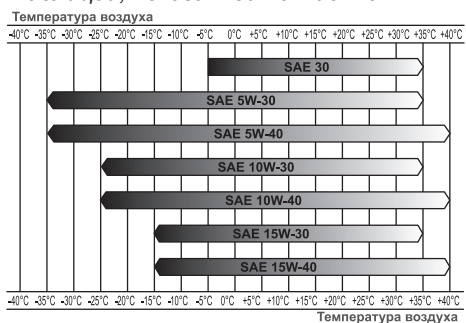

Рис. 10 Определение вязкости масла
*Нельзя применять масло для двухтактных двигателей. Рекомендуется применять моторное масло для четырехтактного бензинового двигателя категории SL и выше по системе классификации API. Вязкость масла по классификации SAE выбирается в зависимости от температуры окружающего воздуха, при которой будет работать двигатель. При выборе вязкости масла пользуйтесь таблицей, показанной на Рис. 10.*